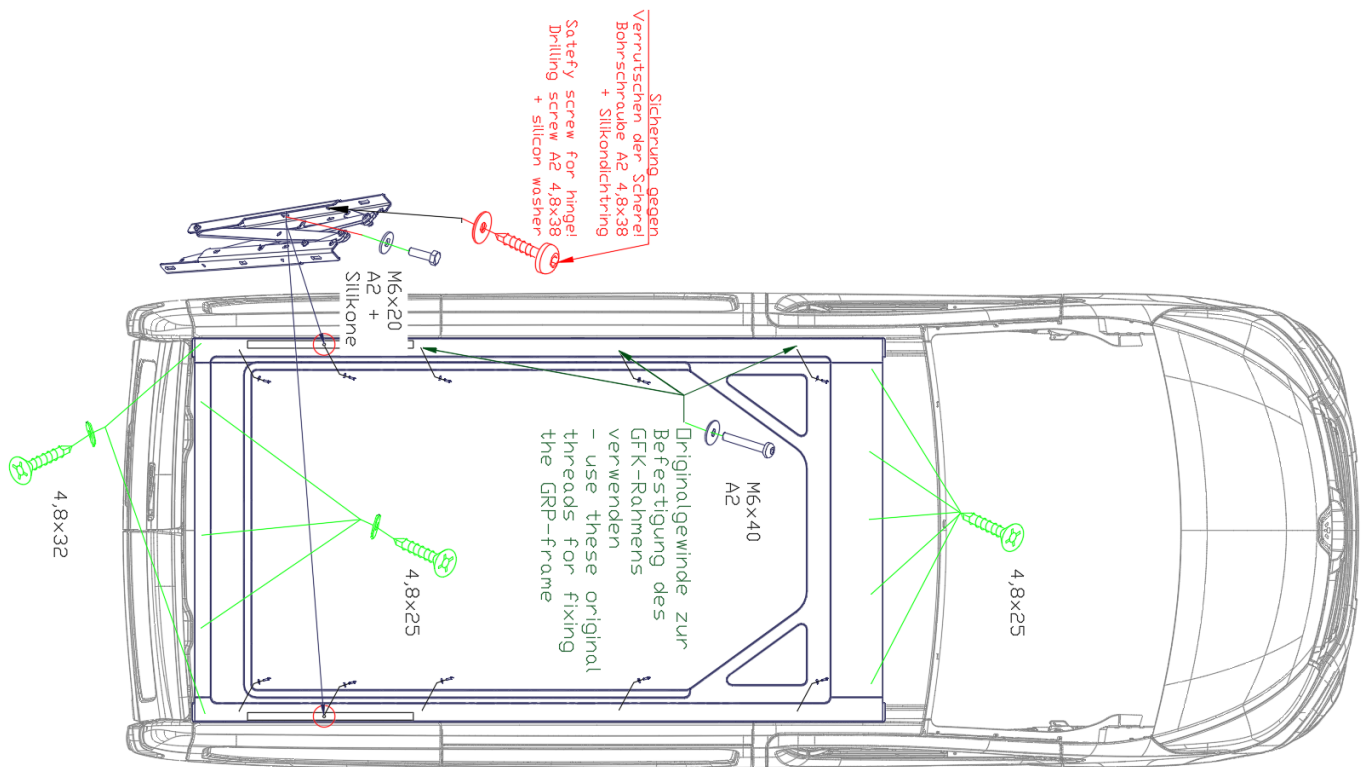

Abb. 4-1: GFK-Rahmen Befestigungspunkte und Scherensicherung / GRP frame fixing points and hinge securing [A0003929]
- GFK-Rahmen an den 6 Punkten auf Abb. 4-1 verschrauben (Linsenkopfschraube M6x40)
- GFK-Rahmen mit Bohrschrauben nach Abb. 4-1 fixieren
- *Screw GRP-frame and vehicle together at the 6 screwing points (see Abb. 4-1 Pan head screw M6x40)*
- *Fix the GRP-frame with drilling screws (see Abb. 4-1)*